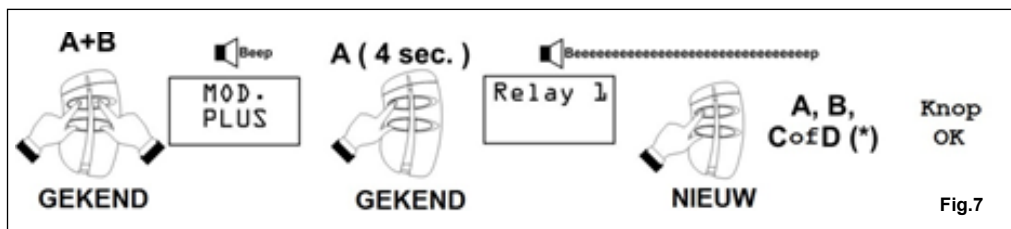

Fig.7
- **Plus Limited** : activeer toevoegen van zenders op afstand door middel van een Master-zender (fig. 7)